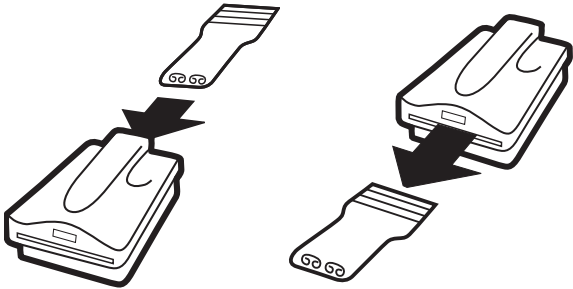

Figure 5
- Insérez l'outil par l'arrière de l'unité et retirez entièrement l'outil par l'avant (voir la Figure 5).